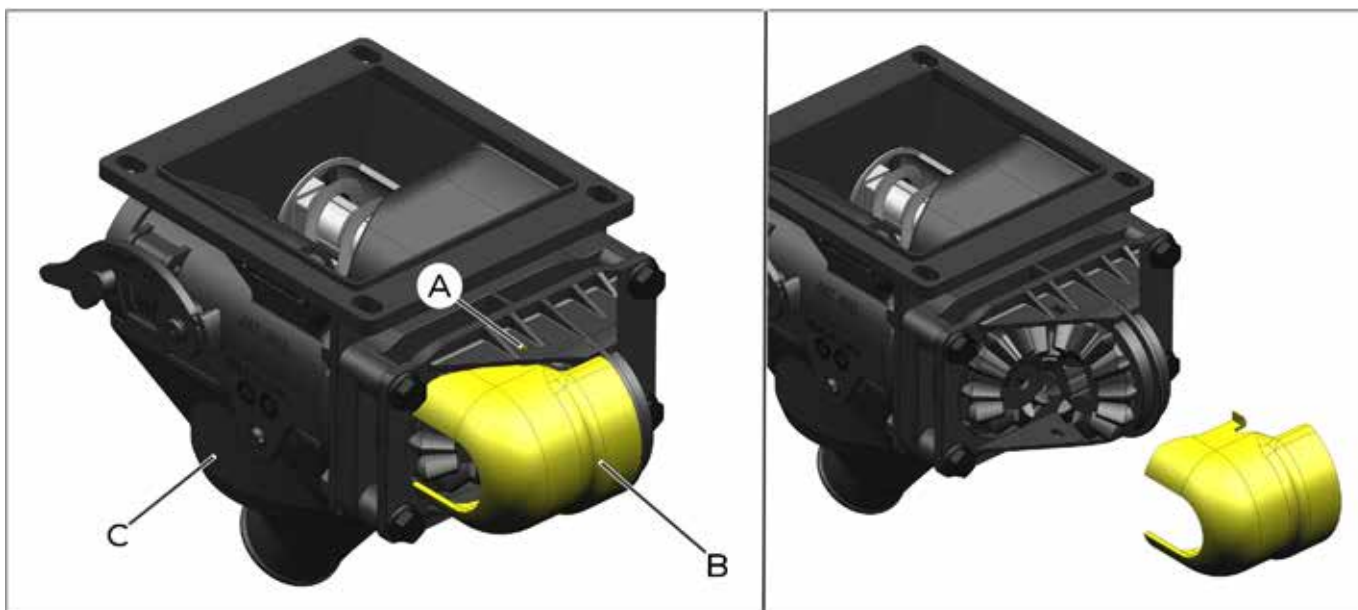

fig. 55
Para realizar a limpeza, manutenção ou substituição dos rolamentos e componentes da transmissão do mancal, pressione o entalhe (A) (fig. 55) da tampa frontal (B) (fig. 55) para remover a mesma do dosador (C) (fig. 55).